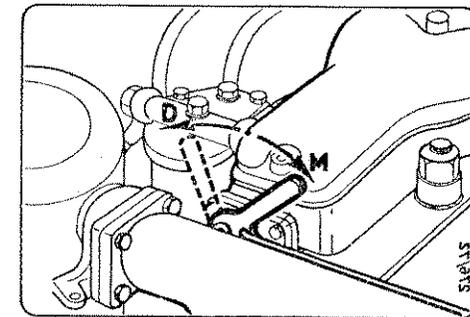

Fig. 18 - LEVA COMANDO DECOMPRESSIONE
La decompressione si ottiene tirando la levetta verso il filtro aria (D). Prima di mettere in moto il motore assicurarsi che la levetta sia spostata sul lato marcia (M) come indicato in Fig. 18.